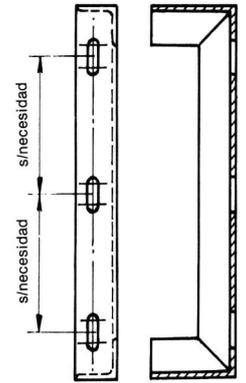

Figura 4
1. Posibilidad de fijación de los soportes metálicos porta-aisladores de la figura 4 y 7.